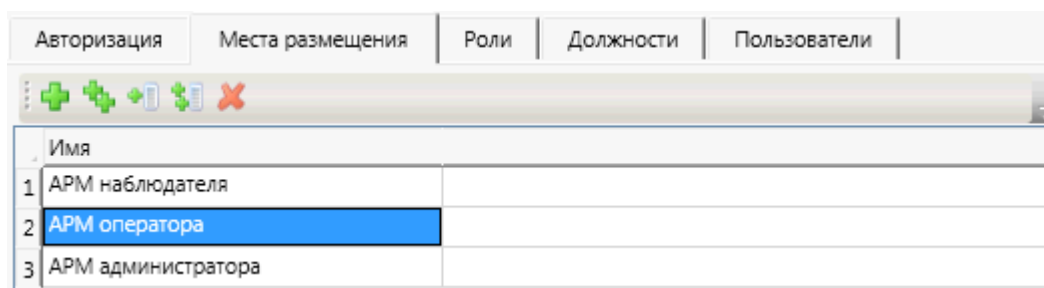

Рисунок 10 – Раздел **Места размещения** узла **Пользователи**
3.3.2 Раздел **Места размещения** узла **Пользователи** содержит настройки размещения АРМ пользователей EKRASCADA (рисунок 10).